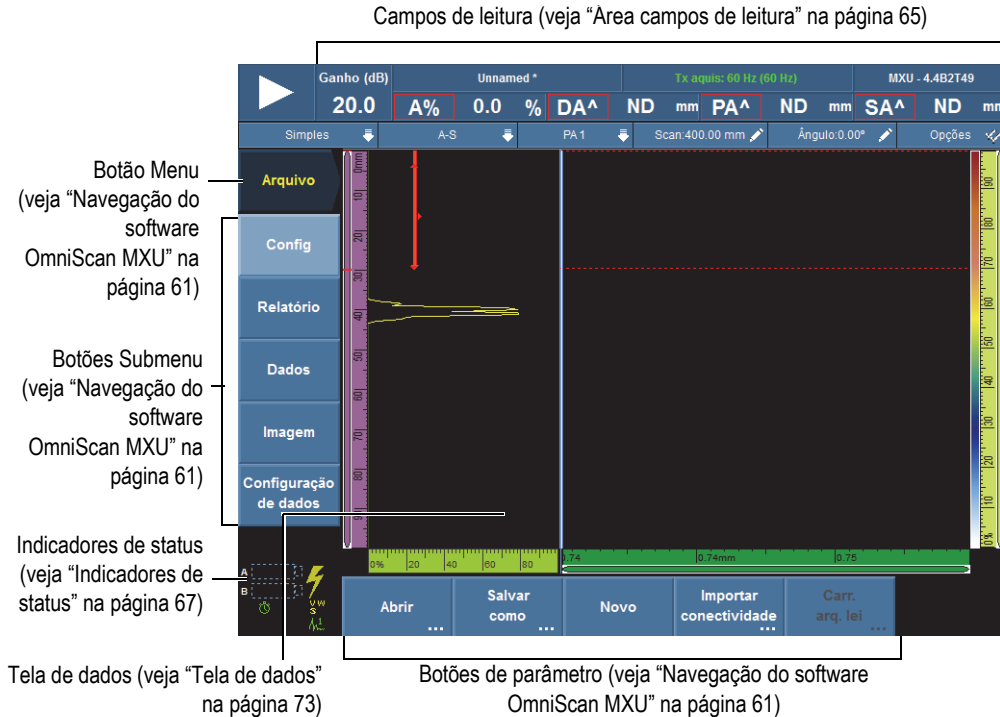

Figura 2-6 Parâmetros de aquisição
- Para iniciar ou pausar a aquisição, toque o botão Play/Pause (veja Figura 2-6 na página 59, à esquerda).